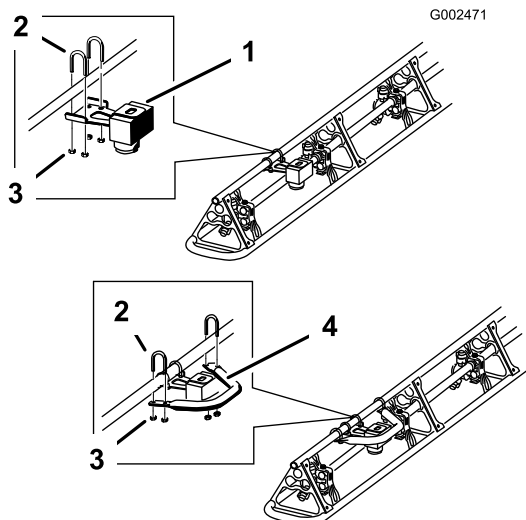

Figura 2
1. Sujete provisionalmente el sensor ultrasónico derecho al tubo de apoyo superior del brazo derecho en el punto intermedio entre la 3ª y la 4ª boquilla, según se muestra en Figura 2, usando 2 abrazaderas, 4 arandelas (5/16 pulgada) y 4 contratuercas, (1/4 pulgada). No las apriete todavía del todo para permitir más ajustes.
3. Instale el tubo de protección alrededor del sensor ultrasónico con el lado inclinado hacia dentro, hacia el vehículo. Sujete provisionalmente el tubo de protección al brazo (Figura 2), usando 2 abrazaderas, 4 arandelas (5/16 pulgada), y 4 contratuercas (1/4 pulgada). No las apriete todavía del todo para permitir más ajustes.